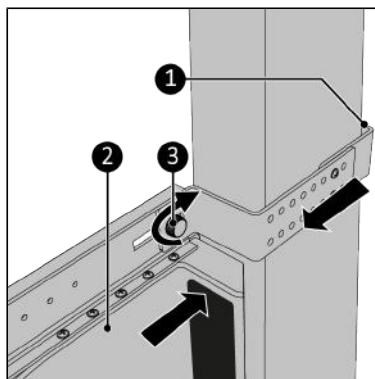

Abbildung 124.
9. Drücken Sie den Way-out fest gegen den Fensterrahmen (Abbildung 124, Pos. 2).
10. Ziehen Sie die Halterung so weit wie möglich zu sich heran (Abbildung 124, Pos 1) sodass diese richtig klemmt.
11. Ziehen Sie die Schraubkappe (Abbildung 124, Pos. 3) fest.